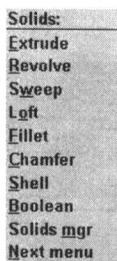

图 1.10
- ❑ Solids (实体): 使用拉伸、旋转、扫描等各种方法进行实体的创建和修整, 如图 1.10 所示。